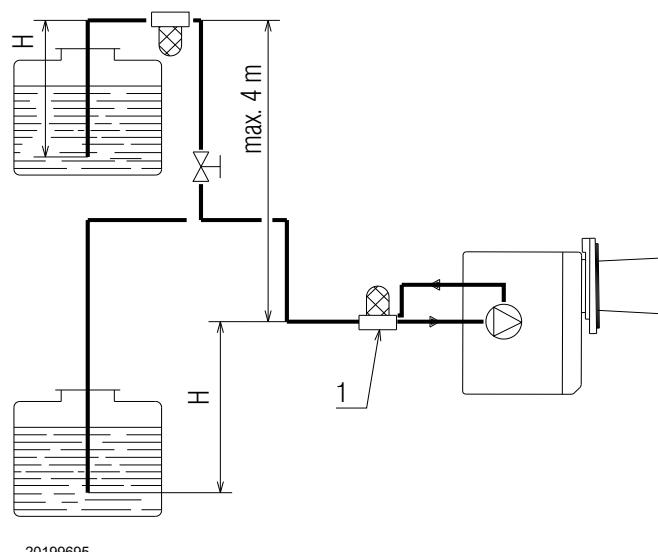

Fig. 13
Dans le cas d'un système à double tuyau, nous recommandons l'utilisation d'un filtre de dégazage approprié selon le schéma de branchement (voir Fig. 13). Un exemple de filtre de dégazage est le Tigerloop B100.
Pour une utilisation avec des combustibles ayant plus de 30 % de biocomposants (FAME), pour éviter une oxygénation excessive du biodiesel, le fabricant déconseille le fonctionnement à double tuyau ; il est conseillé, si l'on veut maintenir un fonctionnement à double tuyau, d'utiliser un filtre de dégazage (1) (Fig. 13).